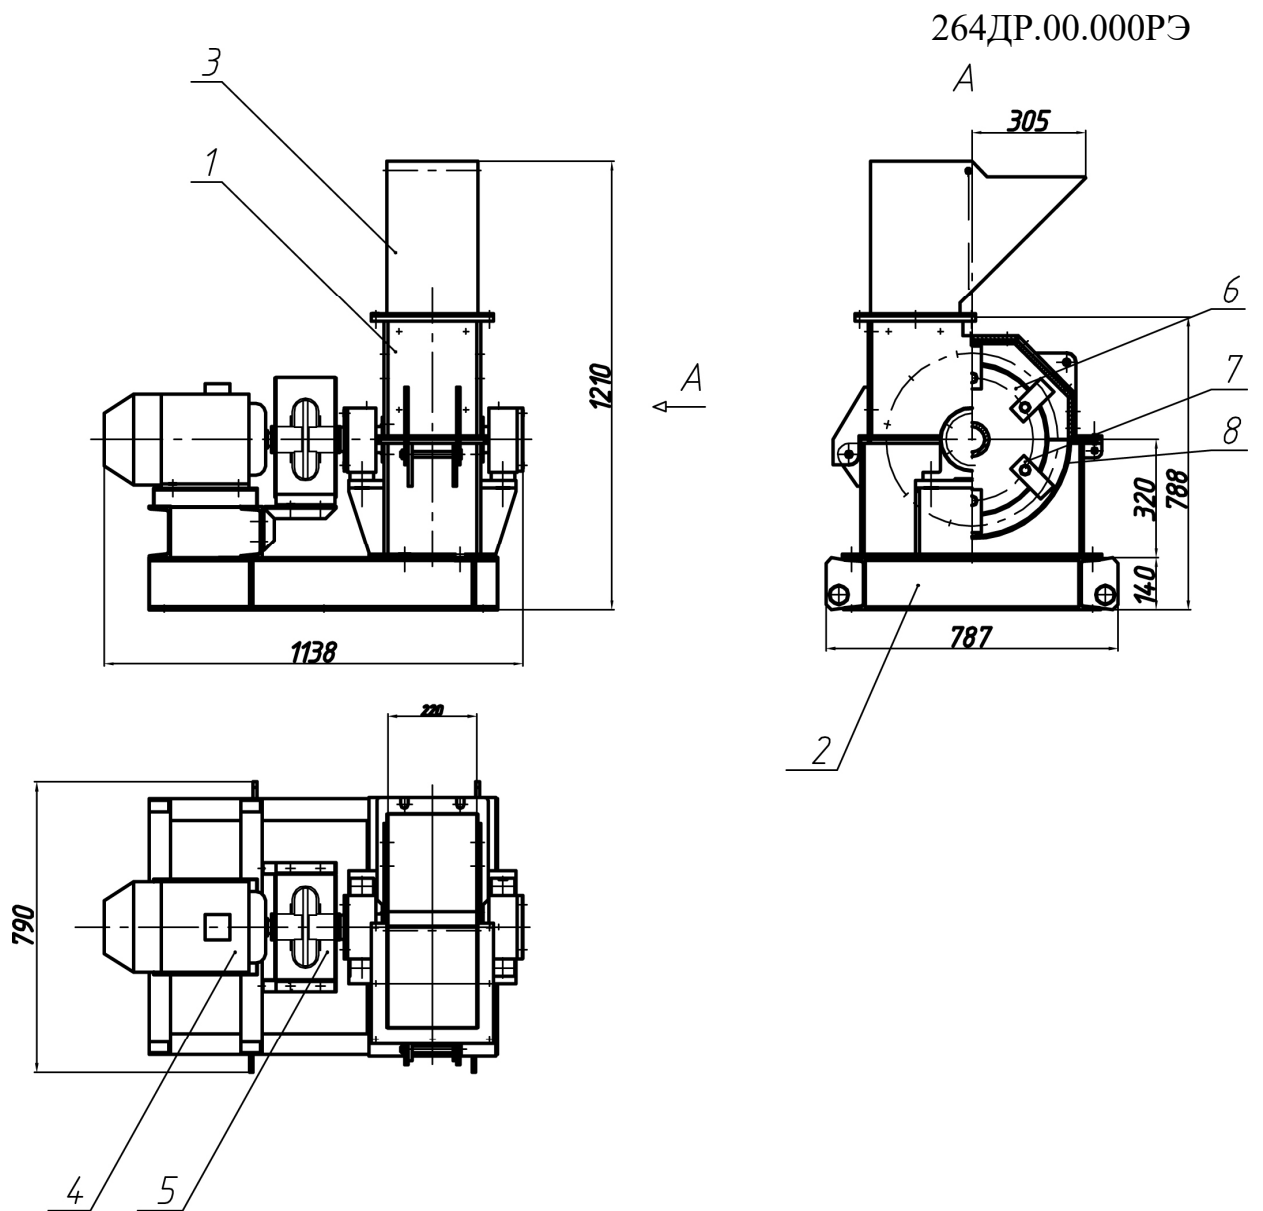
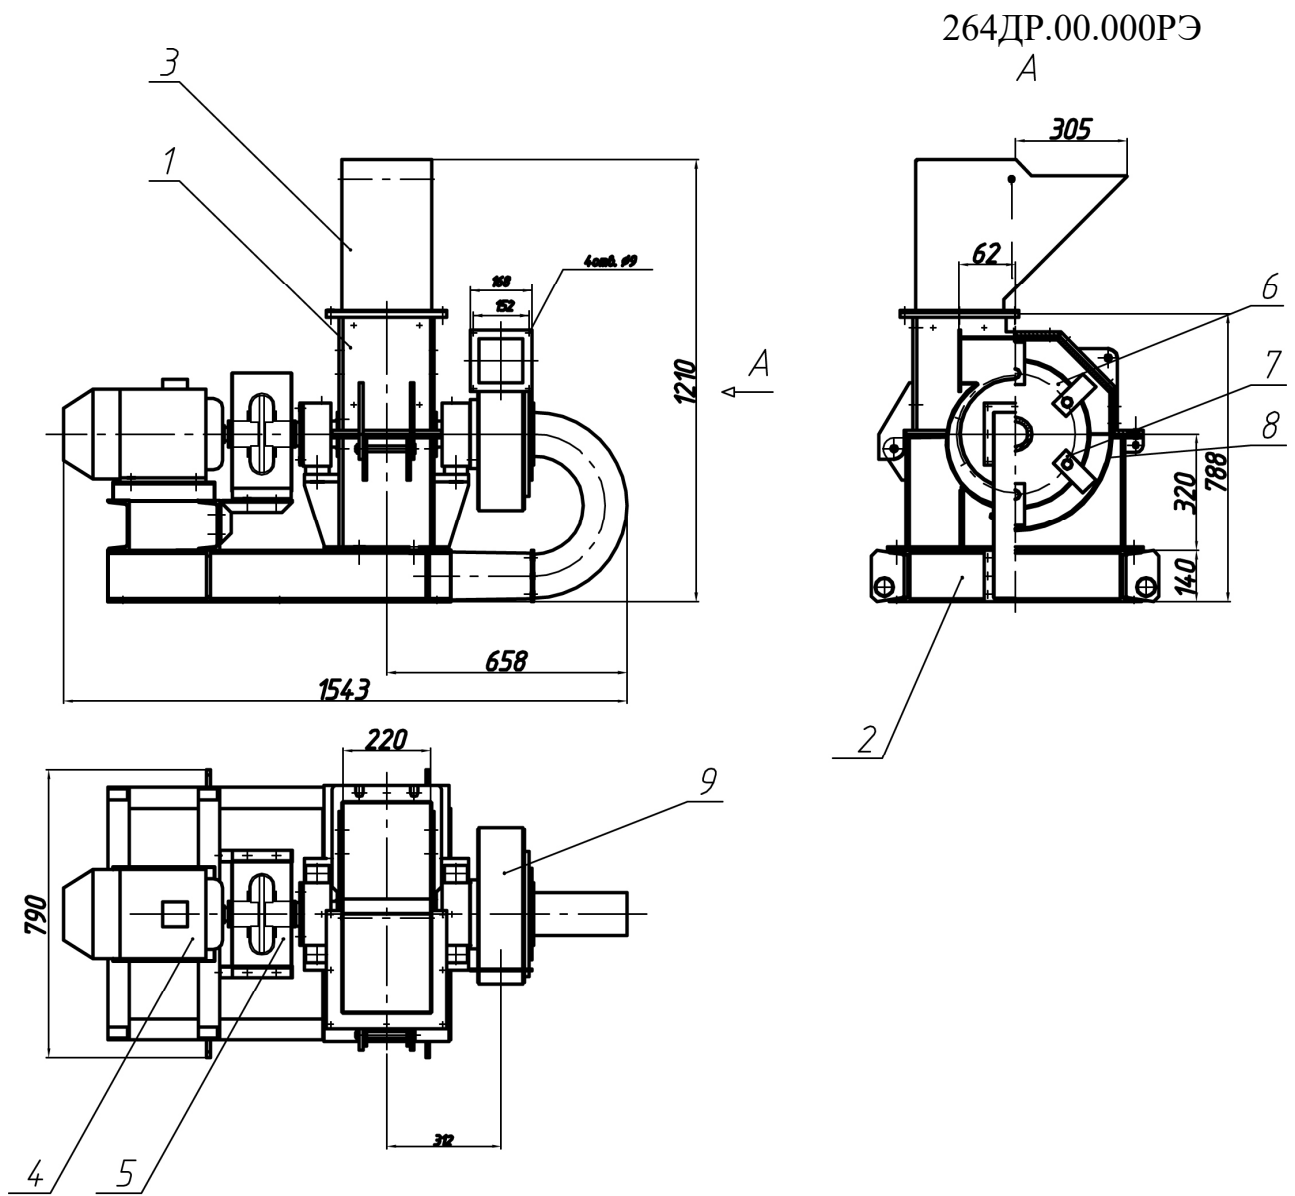

Рис. 1
Рис. 2
МД5х2 (рис.1)	МДВ5х2 (рис.2)
Устройство дробилки представлено на рис.1 и рис.2.
Устройство дробилки ДМВ5х2 представлено на рис.2. Данная дробилка отличается наличием вентилятора установленного на валу ротора.
- включать дробилку при снятом кожухе 5 (см. рис.1) и открытом корпусе.